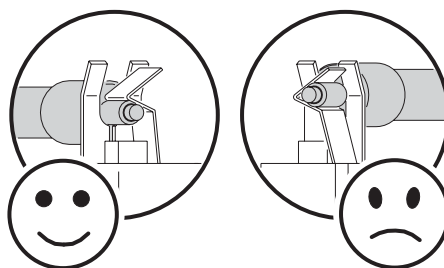

Figure 4: Positionnement correct de la lampe
5. Vérifiez que les extrémités des douilles soient coincées par le ressort en V et pas dans le V lui-même (Figure 4).